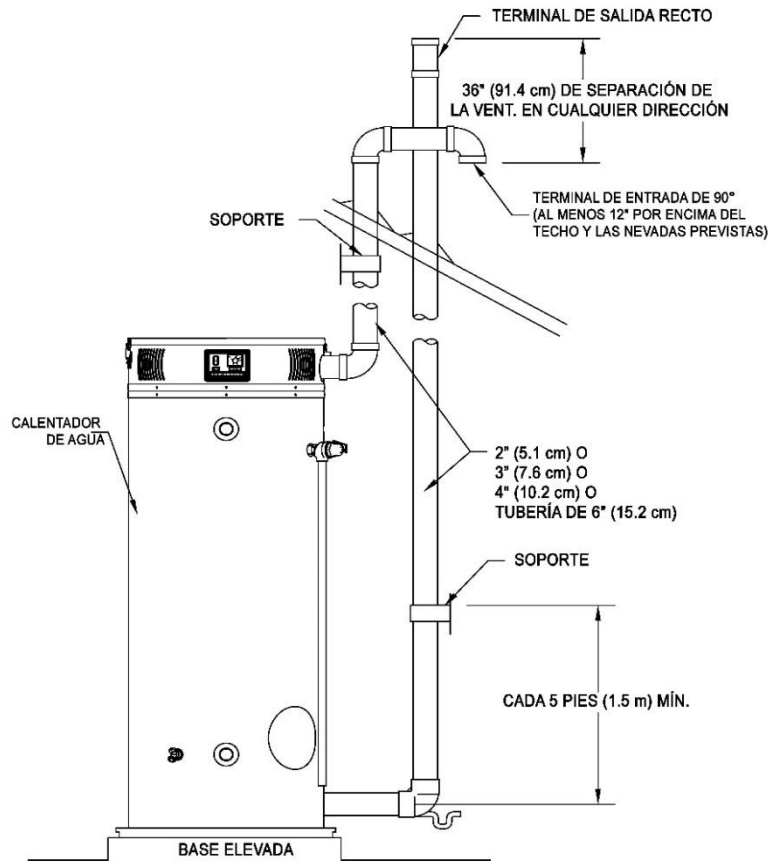

Figura 13: Instalación del sistema de ventilación directa típico vertical
2. Instale las tuberías plásticas de salida de ventilación y entrada de aire como se muestra en la Figura 13. Asegúrese de que la instalación cumpla con los códigos locales, con el Código Nacional de Gas Combustible ANSI Z223.1 (última edición) o con los Códigos de Instalación CGA/CAN B149.